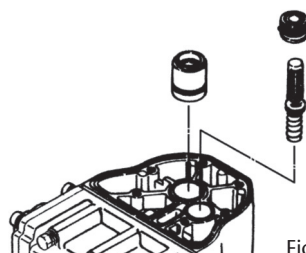

Fig 6.2
- Extraiga la válvula piloto y el asiento de la válvula (fig. 6.2).
- Extraiga el adaptador del eje (fig. 6.2).